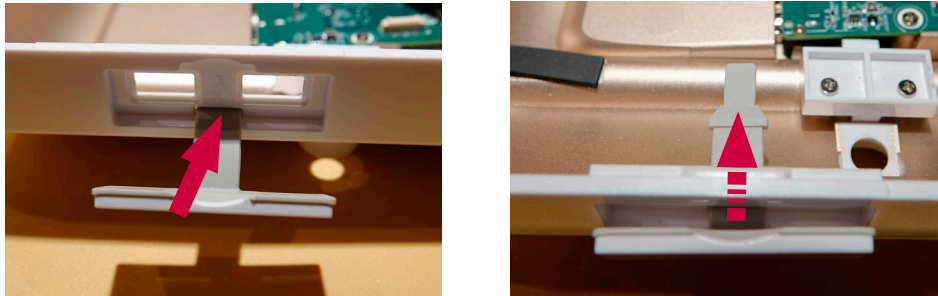

图 26 安装新的 USB 盖
b) 将新的 USB 盖从外壳的外部插入。使用平头螺丝刀轻轻地将挠性接头推入到位, 注意不要损坏橡胶件(图 26)